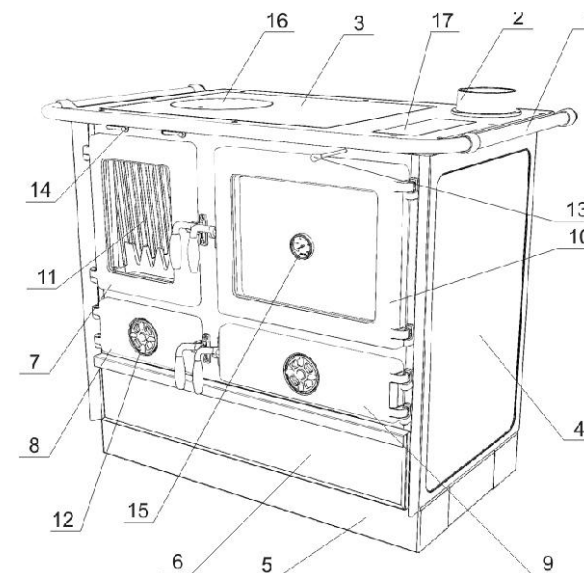

Рисунок 1
Плита произведена и прошла испытания в соответствии со стандартом EN 12815. Плиты предназначены для приготовления пищи, а также для отопления жилых помещений. Верхняя поверхность (Рисунок 1, позиция 3) - чугунная рама, чугунный варочный настил с круглой вставной частью – конфоркой. С трех сторон рамы плиты на опорах установлен поручень (Рисунок 1, позиция 1).
С плитой поставляется чугунный дымоотводный патрубок (Рисунок 1, позиция 2), который монтируется к варочной поверхности или к присоединению сзади плиты, двумя винтами. Герметичность между варочной поверхностью и рамой плиты обеспечивает безасбестовый шнур.
Топочная камера (Рисунок 1, позиция 11) - чугунная.
- дверцу зольного ящика оставьте открытым до появления стабильного огня, после закрытия интенсивность горения регулируйте с помощью регулятора подачи воздуха (рисунок 1, позиция 12)
- удалить конфорку (Рисунок 1, позиция 16) с варочной поверхности при помощи инструментов;
- удаляется варочная поверхность (Рисунок 1, позиция 3);
- снимается крышка для очистки (Рисунок 1, позиция 17);